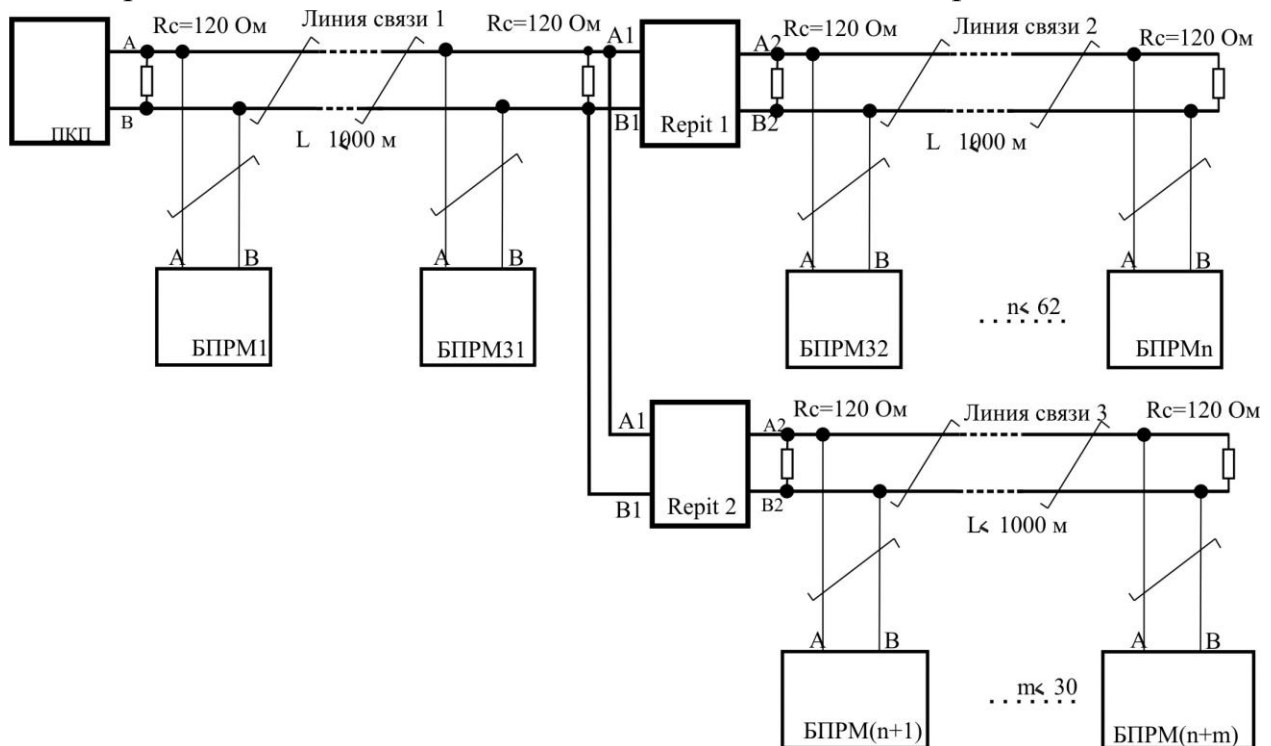

Рис. 4.13
4.14.5 Репитеры имеют возможность объединения друг с другом\* для получения сети топологии "звезда", при этом необходимо осуществить гальваническую развязку между лучами звезды (рис. 4.13), используя соответствующие репитеры.